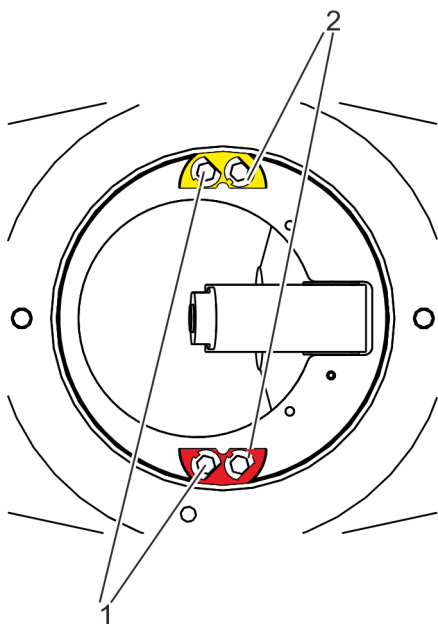

Fig. 16: Vista del interior del cuerpo de la válvula desde arriba
2. ➤ Desdoble las arandelas (Fig. 16/2).
Suelte los tornillos (Fig. 16/1) y, junto con las arandelas (Fig. 16/2), retírelos del cuerpo de la válvula.